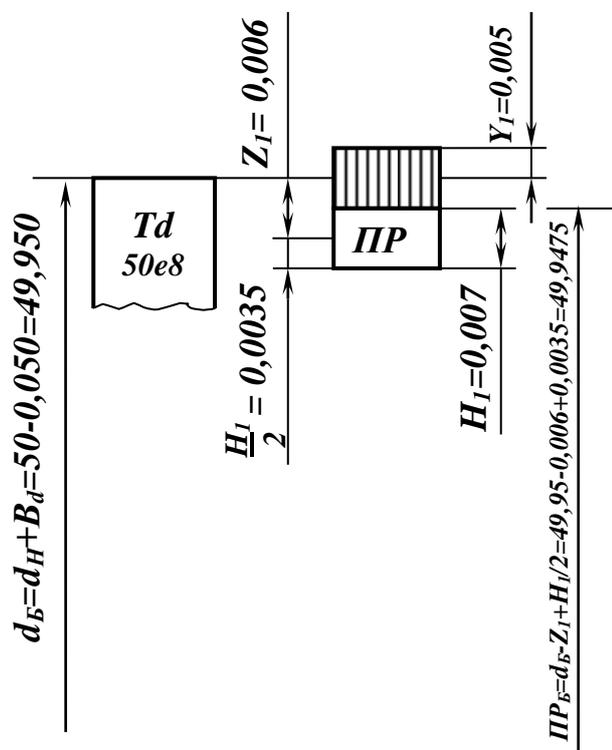

Рисунок 4
7. Определить для трех заданных полей допусков предельные размеры $D_B(d_B)$ и $D_M(d_M)$ и указать формулы для их расчета, расчеты значений на схемах у соответствующих обозначений (по типу примера на рис.4).
Под обозначением Td указываем обозначение указанного поля допуска $50e8$ (рисунок 4).